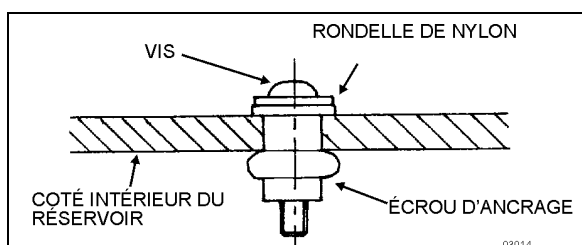

FIGURE 17 : REPARATION DU RESERVOIR DE CARBURANT
5. Placer l'ensemble dans le trou percé. Serrer la vis 10 tours complets. Voir Figure 17.